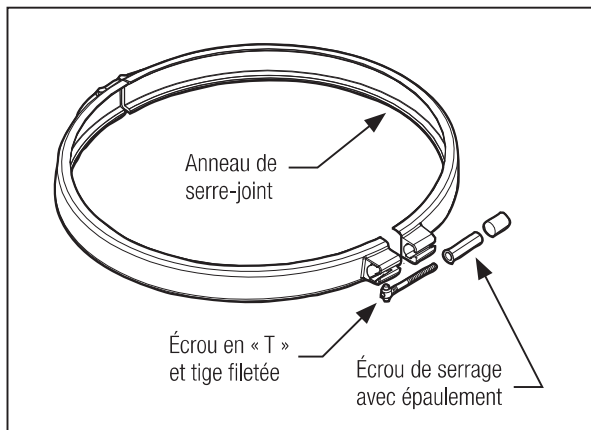

Figure 9. Anneau de serre-joint du filtre
3. Placer l'ensemble écrou en « T » et tige filetée sur le serre-joint. S'assurer que l'écrou en « T » est placé sur le serre-joint selon l'orientation appropriée. Voir la Fig. 9.
4. Utiliser une douille de 9/16 po sur l'écrou de serrage jusqu'à ce que les deux moitiés du serre-joint se touchent ou sont à 1/16 po l'une de l'autre, voir la Fig. 9, *mais ne pas trop serrer, car le serre-joint peut se briser. S'il n'est pas possible de serrer, tel qu'indiqué, ne pas faire fonctionner le filtre et faire venir immédiatement un technicien d'entretien.*
3. Vérifier que le serre-joint du réservoir est correctement placé et serré Voir les fig. 9 et 10.